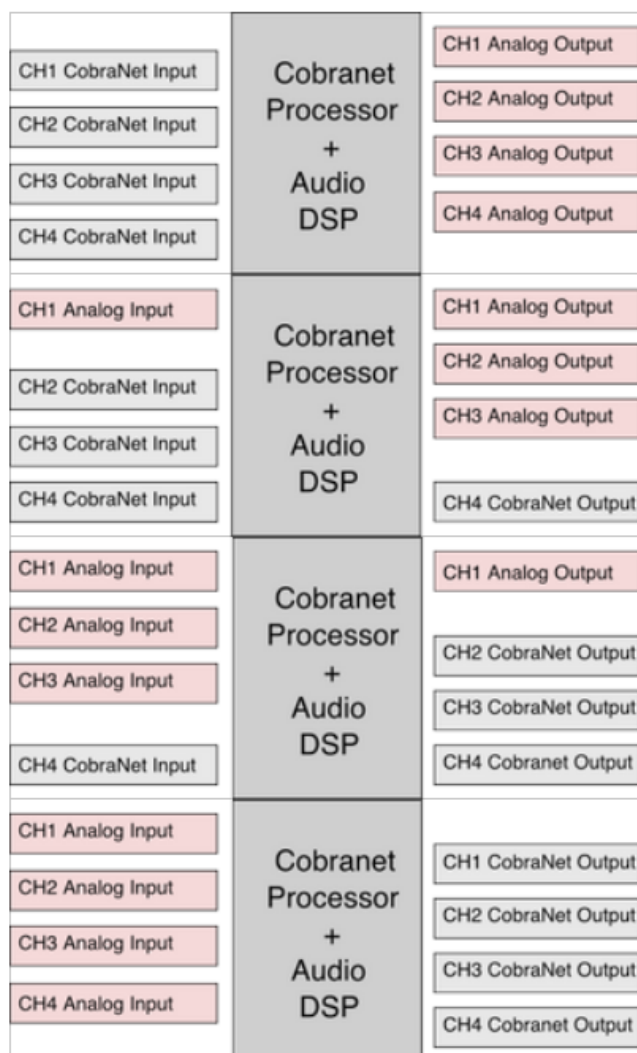

Ilustración 10: Configuraciones posibles
1. Introducir la pieza por la ranura situada en los laterales del equipo en el sentido descrito, Ilustración 10.
3. A continuación, se mostrará la pantalla de confirmación que aparece en la ilustración 10, y el equipo se reiniciará automáticamente;